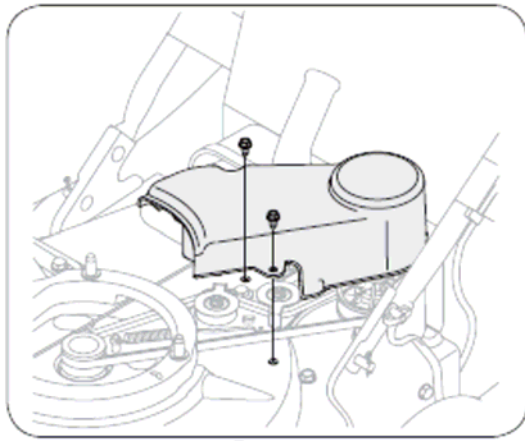

Figure 19
4. Снимите три винта, крепящих крышку ремней, а затем снимите ее (смотри рисунок 19).